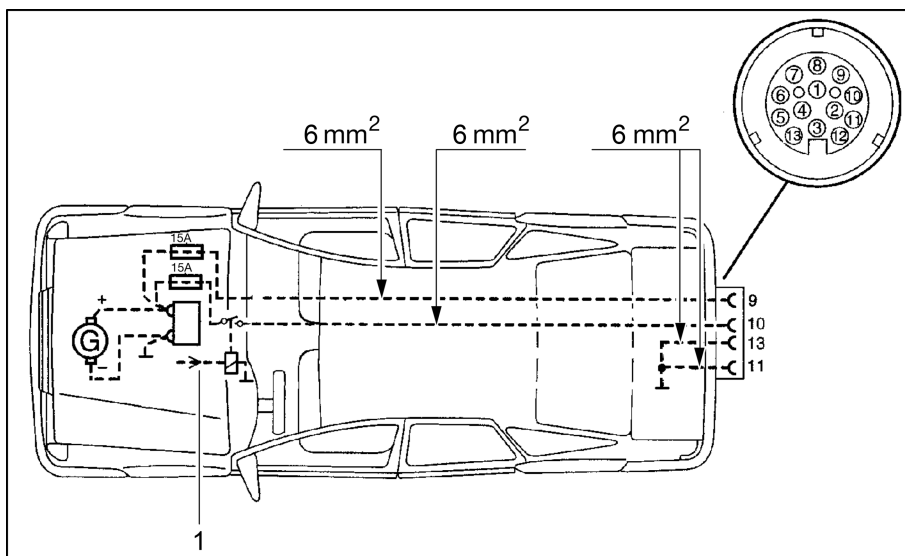

Fig. 105 Plano de instalación del vehículo tractor
- ▷ Equipar posteriormente el vehículo tractor con los cables de secciones correspondientes y un relé para la fuente de alimentación (controlado por el encendido) (ver Fig. 105).